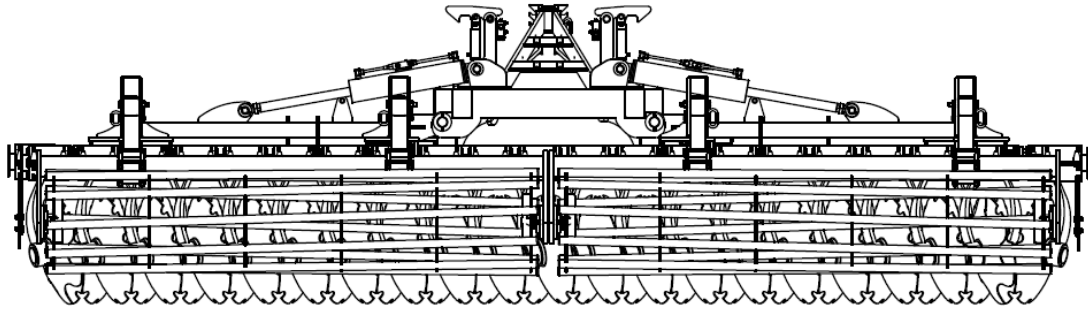

Abb. 11 Ansicht der Maschine am Ende des Öffnungsvorgangs der Flügel. Die Arme der Maschine sind vollständig geöffnet.
5. Um die Sequenz des Öffnens der Maschinenflügel abzuschließen, warten Sie, bis der Hydraulikmechanismus die Arme in ihre endgültige Position öffnet. Unterbrechen Sie den Öffnungsvorgang der Armflügel nicht, ohne sich zu vergewissern, dass sie vollständig geöffnet sind (Abb. 11).